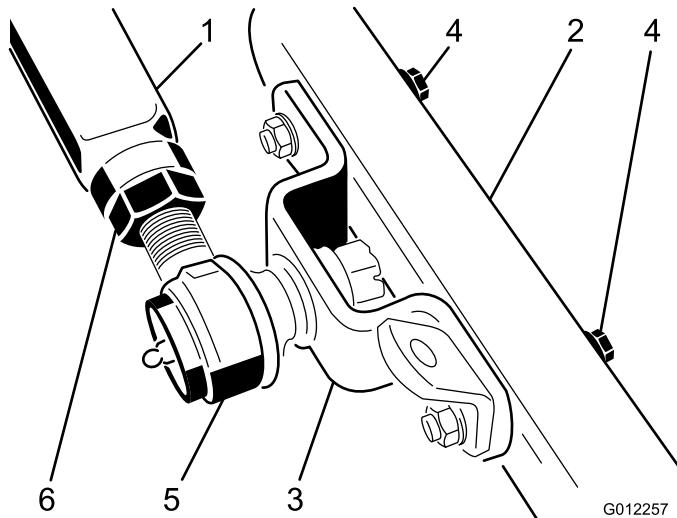

Figura 21
fissano il supporto del giunto sferico e la staffa della catena al braccio della ruota orientabile sull'apparato di taglio (Figura 21). La persona che vi assiste può spostare il braccio di spinta verso l'alto con cautela, rilasciando gradualmente i 68 kg di carico della molla.
- Con l'aiuto di un'altra persona, spingete con cautela il braccio di spinta sinistro verso il basso in modo che i fori del supporto del giunto sferico siano allineati con quelli del braccio delle ruote orientabili (Figura 21). Fate scorrere immediatamente un blocco di legno 102 x 102 mm tra la parte superiore del braccio di spinta e il lato inferiore del telaio.